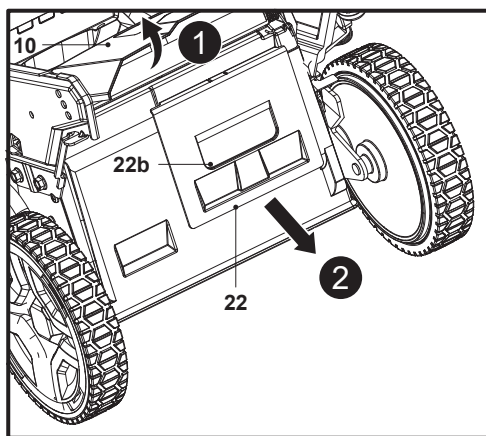

Fig. 15
2. Maintenir la poignée encastrée (22b) et extraire l'obturateur mulching (22) de la goulotte d'éjection arrière (21), puis retirer l'obturateur mulching (22) (Fig. 15).